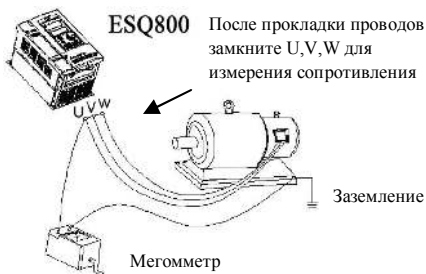

Рис.1-1 Измерение сопротивления двигателя
(1) При работе двигателя с инвертором ESQ800, температура, шум и вибрация слегка повышены в сравнении с подключением напрямую к источнику питания, и это является нормальным явлением.
(2) При необходимости длительной работы с постоянным вращающим моментом на низкой скорости, используйте двигатель для работы с преобразователем частоты. При работе на низкой скорости используйте асинхронный двигатель с независимой вентиляцией, контролируйте температуру двигателя или обеспечьте принудительный отвод тепла с тем, чтобы не допустить возгорания двигателя.
(3) Механическим устройствам требуется смазка, поскольку редуктор, зубчатое колесо и т.д. после работы на низкой скорости в течение длительного времени могут выйти из строя в связи с недостаточностью смазки, пожалуйста, предпринимайте превентивные меры.
(4) Когда двигатель работает с указанной выше частотой, помимо учета вибрации, увеличения шума двигателя, следует также удостовериться в допустимости диапазона скорости подшипника двигателя и механического устройства.
(5) При работе с высокими инертными нагрузками, и при выполнении подъемных операций инвертор может часто выключаться из-за чрезмерного тока или сбоем напряжения; для гарантирования нормальной работы необходимо предусмотреть использование надлежащего тормозного блока (тормозных резисторов)
(6) Следует включать/выключать инвертор через программируемые клеммы или по другим обычным каналам. Запрещается часто вкл/выкл инвертор с помощью электрического переключателя, магнитного контактора, в противном случае возможно повреждение оборудования.
(7) При необходимости установки переключателя, магнитного контактора и т.д. между выводом инвертора и двигателем, запрещается вкл/выкл этими устройствами двигатель, в противном случае возможно повреждение инвертора.
(8) В пределах некоего диапазона выходных частот инвертор может попасть в механический резонанс с нагрузкой, имеется возможность установки частоты перескока резонансной частоты.
(9) Перед использованием убедайтесь в том, что напряжение питания находится в диапазоне рабочего напряжения, в противном случае необходимо изменять напряжение источника питания или заказывать специальный инвертор.
(10) На высотах свыше 1000 метров используйте инвертор с пониженной нагрузкой, снизьте выходной ток на 10 % от предписанного значения после каждого очередного увеличения высоты на 100 метров.
(11) Перед использованием двигателя в первый раз или после длительного хранения проверяйте его сопротивление изоляции. Пожалуйста, проверяйте изоляцию с помощью мегомметра, рассчитанного на напряжение 500В в соответствии с методом, представленным на рис. 1-1, и сопротивление изоляции должно быть менее 5 МОм, в противном случае возможно повреждение инвертора.
(12) Запрещается подсоединение емкости для улучшения коэффициента мощности или молниезащитного устройства, в противном случае может произойти аварийное выключение инвертора или повреждение частей, как показано на рисунке 1-2.